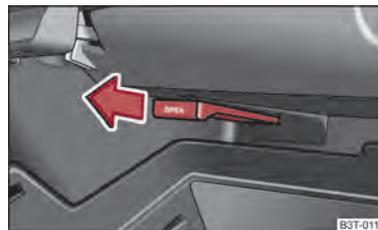

Abb. 93 Ablagefach: Bedienung der Kühlung
- Die Luftzufuhr wird geöffnet, indem Sie den Hebel in Pfeilrichtung ziehen ⇒ Abb. 93.